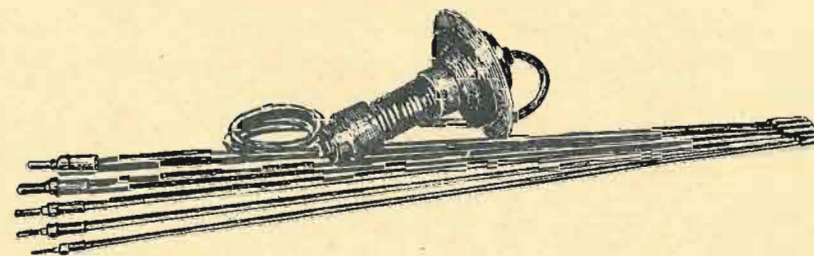

Fig. 10 — Base d'antenna MP-57, ed elementi d'antenna a stilo MS-49, MS-50, MS-51, MS-52 ed MS-53.
g. ELEMENTI D'ANTENNA A STILO DA MS-49 AD MS-53 (fig. 10). Questi elementi flessibili in acciaio si uniscono insieme formando un'antenna a stilo da 15 piedi e mezzo (m. 4,72). L'elemento MS-49 è quello di sommità; gli altri seguono in senso discendente, verso la base, secondo la successione numerica (MS-49, MS-50, ecc.). Gli estremi dei vari elementi che devono congiungersi sono pitturati dello stesso colore. Questi elementi d'antenna vanno impiegati soltanto con la base d'antenna MP-57.